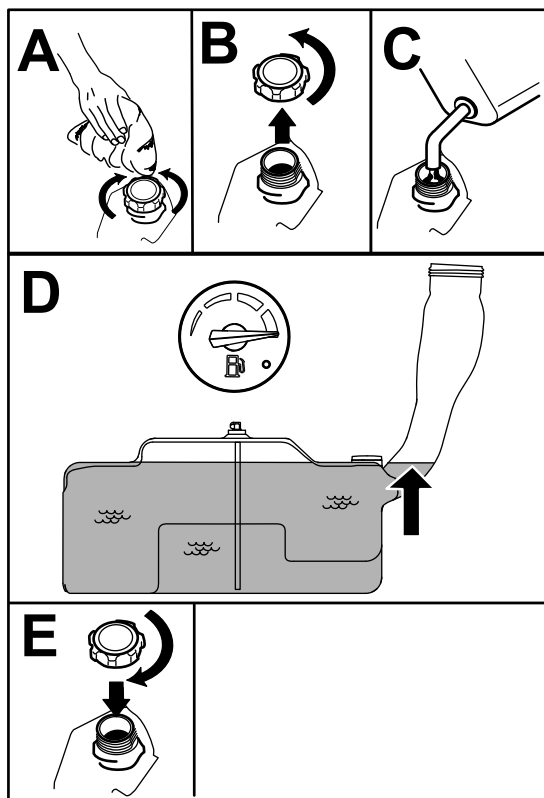

Рисунок 8
5. Заполните топливный бак до отметки full (полный) на указателе (Рисунок 8).